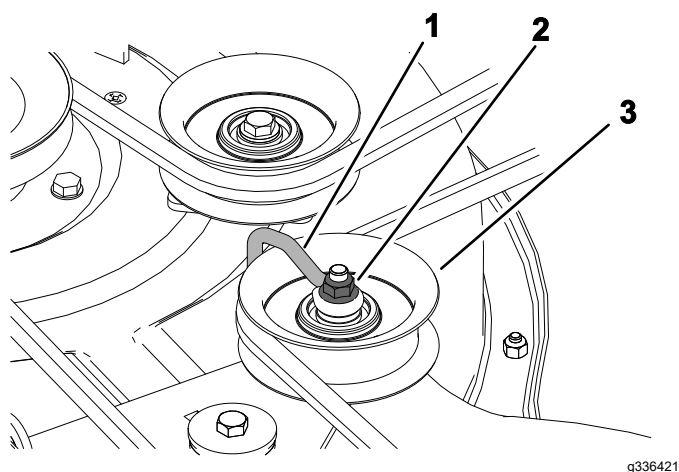

Figura 50
2. Tornillo (3)
5. Afloje la tuerca que sujeta el soporte de alambre a la polea tensora (Figura 50).
Nota: Coloque el soporte de alambre contra el brazo tensor, como se muestra en la Figura 50.